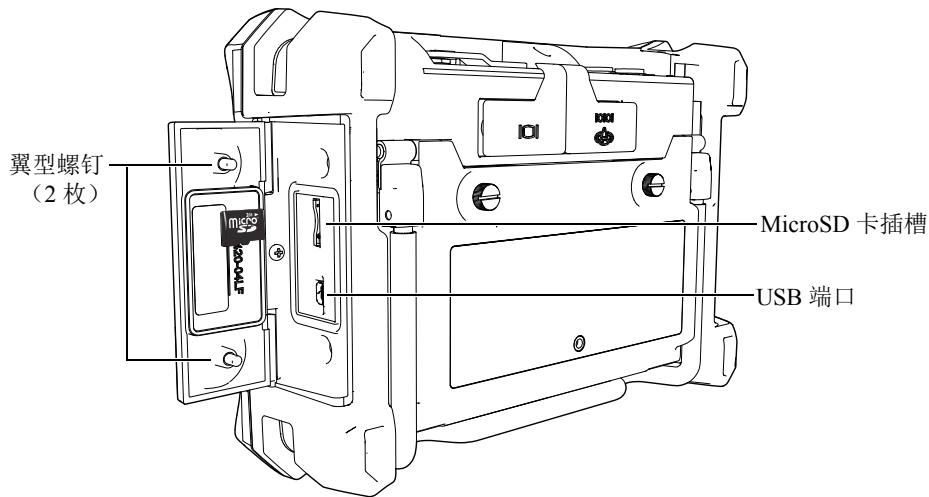

图 1-13 安装 MicroSD 卡
- 拧松两个翼型螺钉，然后打开 Magna-Mike 8600 I/O 舱盖（参见第 24 页的图 1-13）。